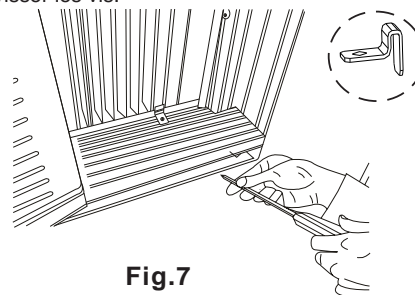

Fig. 7
A. Placez le verrou du cadre entre les rallonges du cadre et le seuil de la fenêtre, comme démontré (fig. 7). Vissez les vis de verrouillage de 3/4 ou 1/2 po (19 ou 12,7 mm) dans le verrou du cadre et dans le seuil.